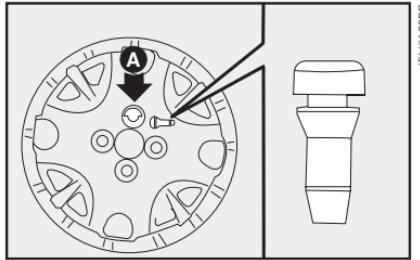

fig. 14
- Coloque a presión la taza de la rueda en la llanta, haciendo coincidir el símbolo grabado en el interior de la taza, con la válvula de inflado; de esta forma, el orificio más grande de la taza **A-fig. 14** pasará a través del tornillo colocado anteriormente.